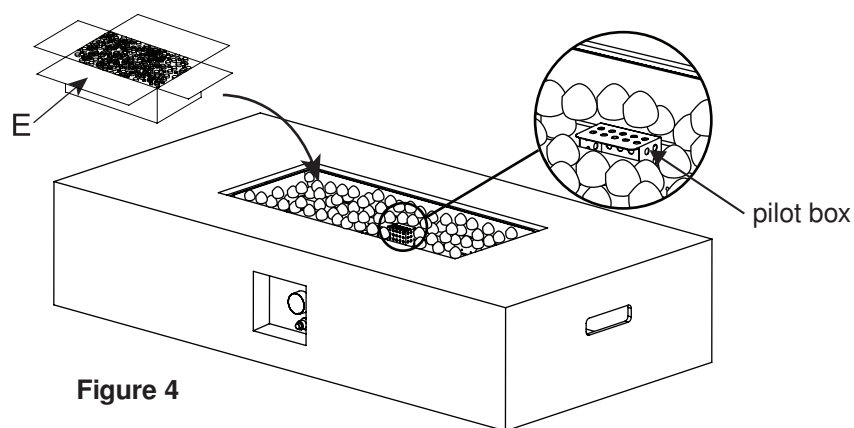

Figure 4
5. Nasypte lávové kameny (E) do mísy ohniště (B) (viz Figure 4).